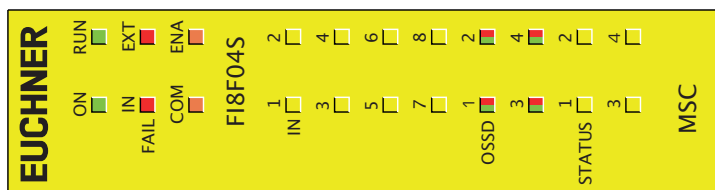

Bild 16:
8.3.4. Modul FI8FO4S (Bild 16)